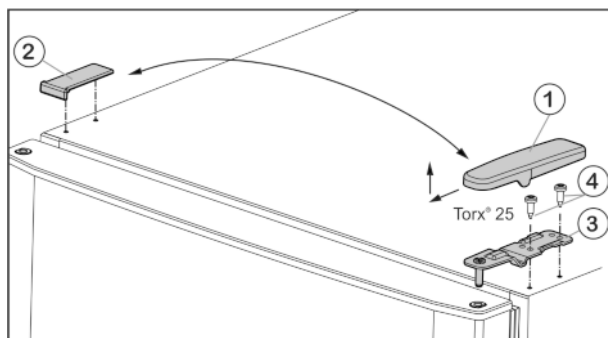

Fig. 4
- Abdeckung Fig. 4 (1) nach vorne und oben abziehen.
- Abdeckung Fig. 4 (2) abheben.
- Oberen Lagerbock Fig. 4 (3) abschrauben (2 mal Torx® 25) Fig. 4 (4) und nach oben abziehen.
- Oberen Lagerbock Fig. 4 (3) auf der neuen Scharnierseite in die Tür einsetzen.
- Oberen Lagerbock **fest (mit 4 Nm)** anschrauben (2 mal Torx® 25) Fig. 4 (4). Eventuell einen Akkuschrauber verwenden.
- Abdeckung Fig. 4 (1) auf der Gegenseite von außen aufsetzen und einrasten.
- Abdeckung Fig. 4 (2) jeweils auf der Gegenseite von oben aufsetzen und einrasten.